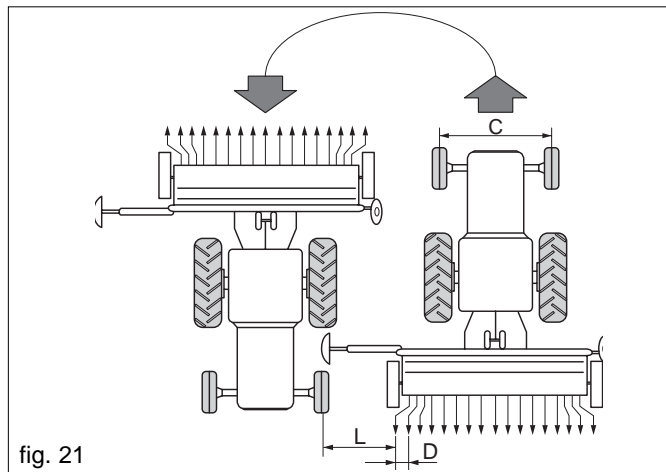
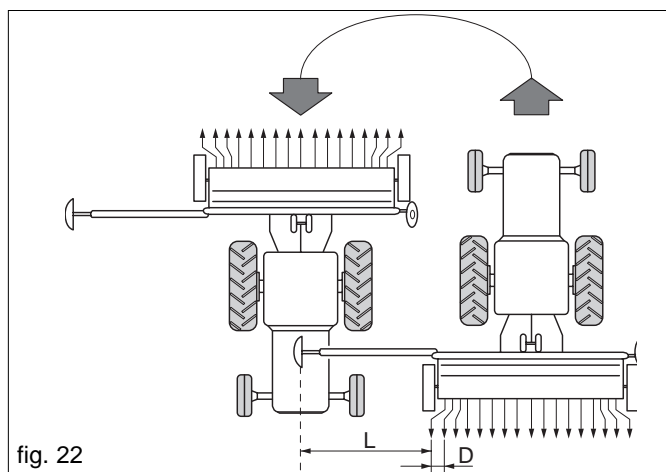
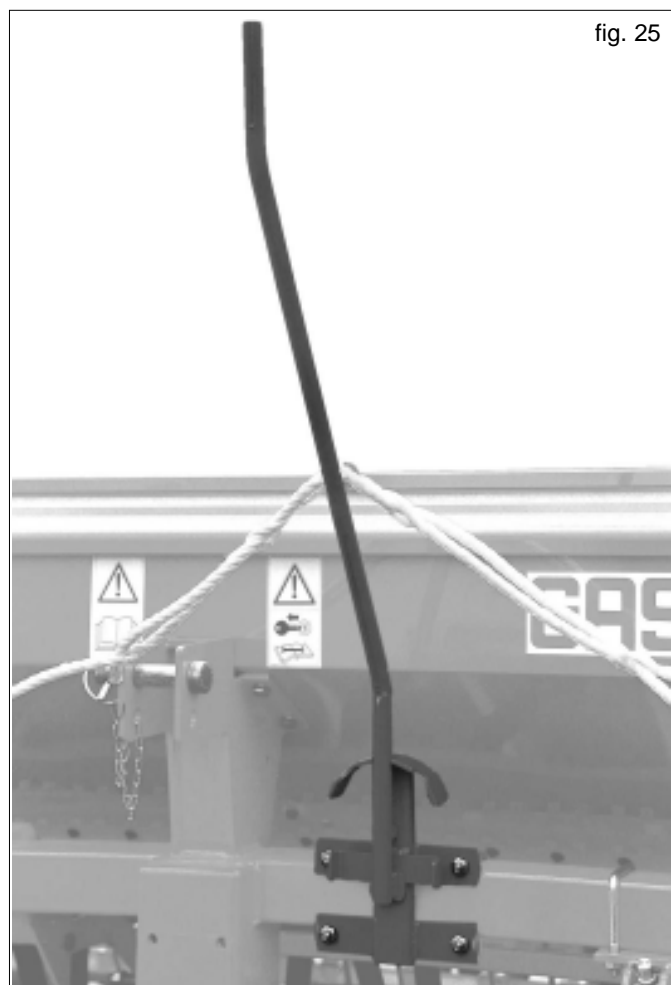
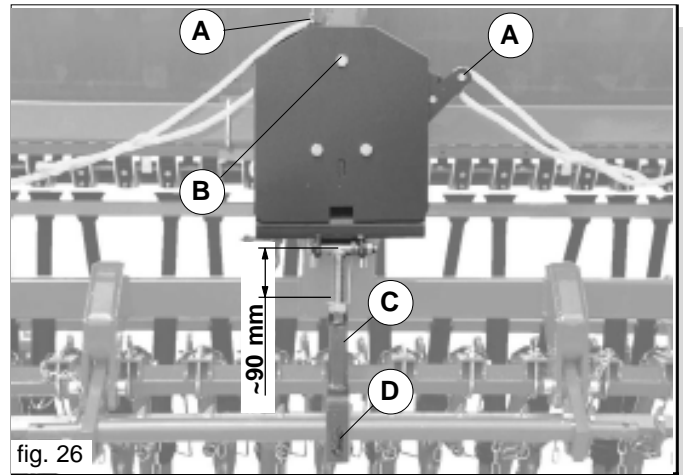

fig. 21
fig. 22
fig. 25
fig. 26
Der Spurreißer ist eine Vorrichtung, die eine parallel zum Schlepperlauf liegende Bezugslinie auf dem Boden zieht. Wenn der Traktor den Lauf beendet und gewendet hat, fährt man mit einem der Vorderräder (Abb. 21) oder mit der Traktormitte (Abb. 22) auf der Richtlinie, je nach benutztem Spurreißer. Bei jedem neuen Durchlauf muß die Sämaschine eine Bezugslinie auf der entgegengesetzten Seite des vorhergehenden Durchlaufs ziehen. Die Inversion der Ausleger der Reihenkenzeichnung wird über eine Steuerung der Maschine selbst ausgelöst. Dies kann entweder von Hand vorgenommen werden, d.h. über die Hebelvorrichtung des Traktors (Abb. 25), bzw. in Automatik (Abb. 26) mittels der Bewegung des hydraulisch gesteuerten Hubwerks (Abb. 27).
**Steuerung in Automatik** (Abb. 26)
Die automatische Steuerung löst bei Betätigung des Hubwerkes des Traktors die Reihenkennezeichnung nach links oder rechts aus. Gleich aus welchen Gründen das Hubwerk betätigt werden muss, wird die Bewegung ohne die Spurreisserarme zu wechseln vom Fahrersitz aus mittels des an dem Ring (D Fig. 26) befestigten Seiles die Bewegung ausgekuppelt.